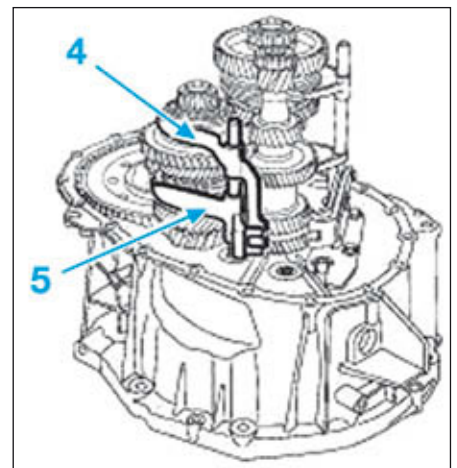

FIG.17
- Déposer l'ensemble axe et baladeur de marche arrière (4) (Fig.17) et la fourchette de troisième-quatrième (5).